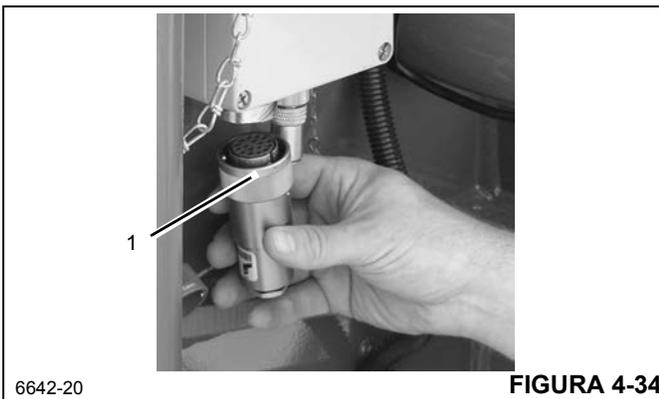

FIGURA 4-34
- b. Retire el enchufe falso (1) (Figura 4-34) de la caja de empalmes en la punta de la pluma.